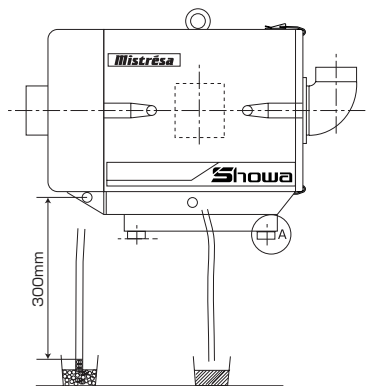

図 2
- ④ ドレンの排出のため、液封面とドレンまでの高さを300mm以上離して設置してください。高さ600mmの床上台をオプション部品として用意しています。(図2をご参照ください。ドレン配管についてはP7. ドレンチューブの配管をご参照ください。)
- ⑤ フィルタの交換など、保守、点検用のため、周囲には各方向500mm程度のスペースを確保してください。